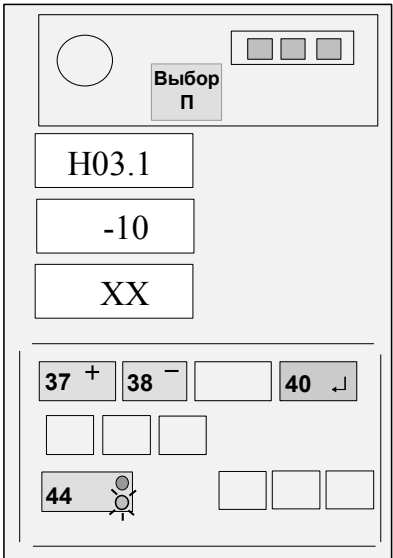

Рисунок 12 - Ввод температуры
Если величина измеренной температуры воздуха отличается от выдаваемой на средний ИЖЦ более, чем на 3°С, нажатием кнопки 44 установить на верхнем ИЖЦ код "Н03.1", а затем, нажимая кнопки "+" (37) и "-" (38), установить, контролируя по показаниям среднего ИЖЦ, значение температуры, равное показаниям термометра (см. рисунок 12).